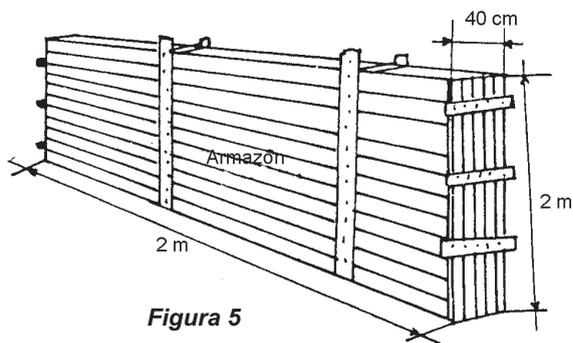

Figura 5
- Arma un armazón con madera bien apuntalada de 2 m de alto, 2 m de largo y de 30 a 40 cm de ancho (para armar el armazón, consulta las lecciones 45 y 46 de esta unidad) (figura 5).